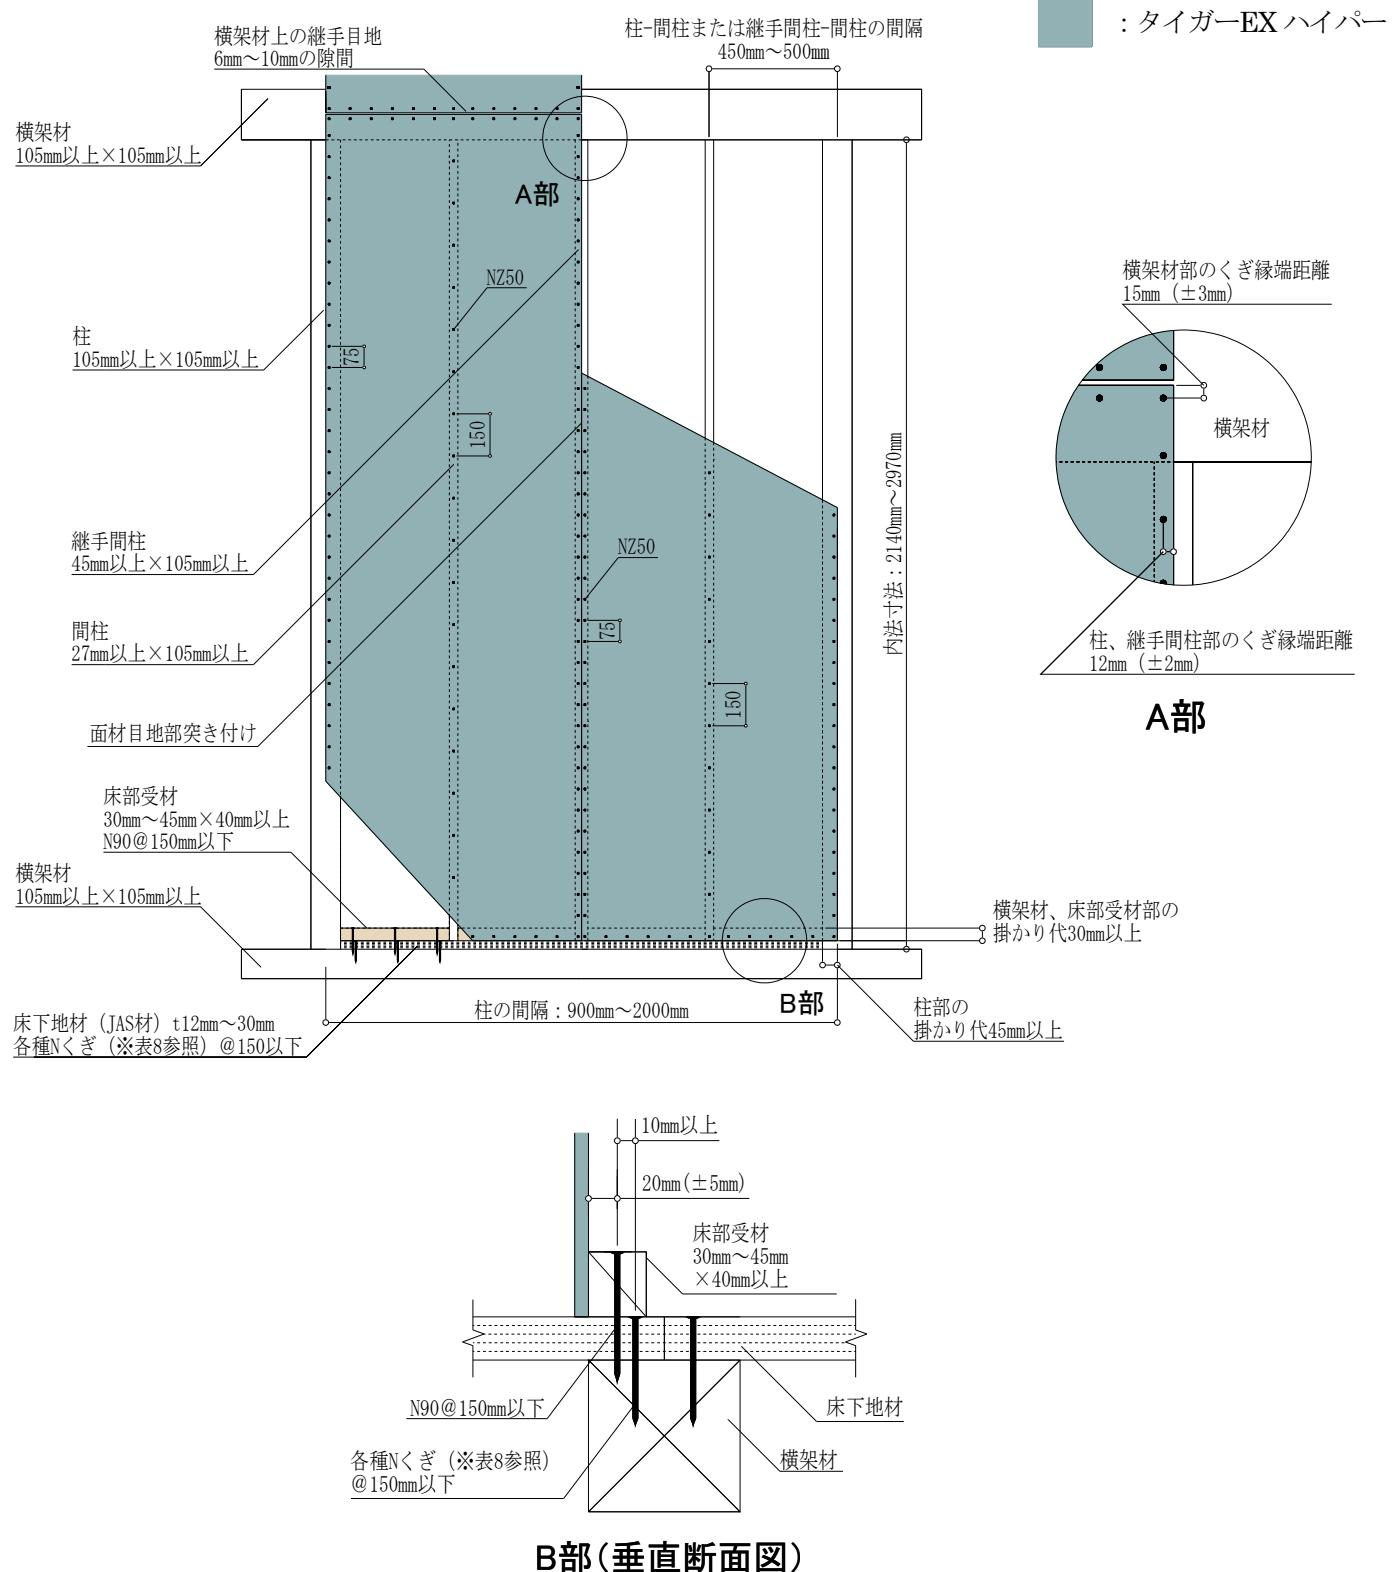

図7 床勝ち仕様 (FRM-0679 : 2.2 倍) 施工概略図 (2Pの場合)
施工においては、図7および注意事項に記載の内容を遵守してください。
- ・タイガーEX ハイパーは、原則1枚張りとします。縦継ぎ張りについては、P30「⑨縦継ぎ張りについて」をご確認ください。
- ・図7は2Pの施工例となっておりますが、1Pの場合も耐力壁とできます。